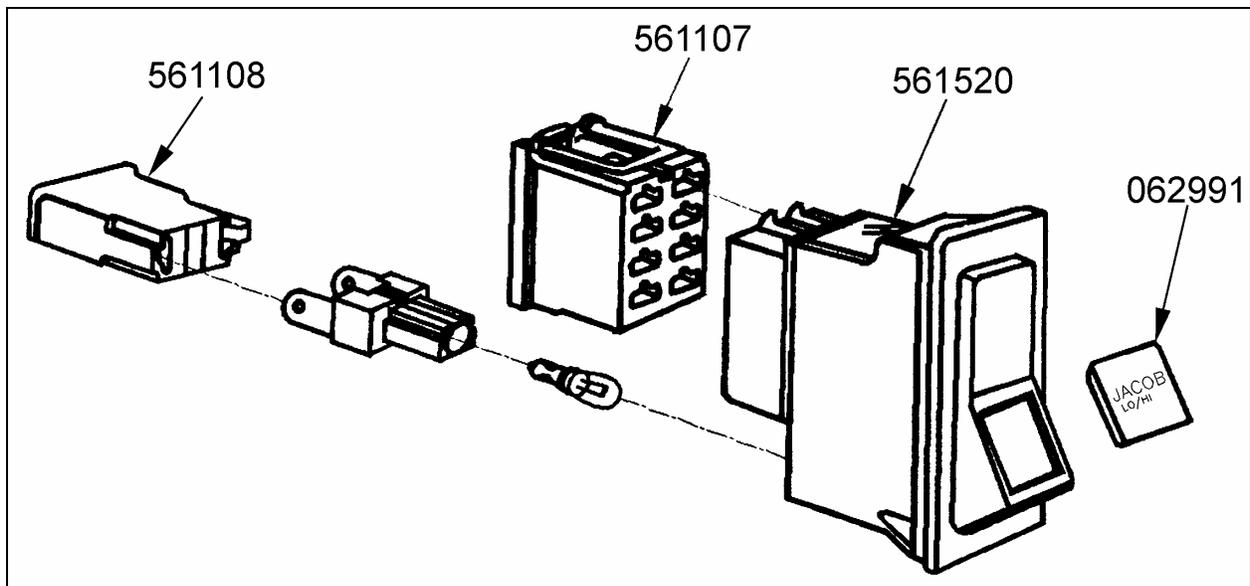

FIGURE 2 : INTERRUPTEUR DU FREIN MOTEUR JACOBS
4. Installer l'interrupteur Jacobs (561520) à un endroit approprié tel qu'un espace d'interrupteur inutilisé (Voir la figure 2).